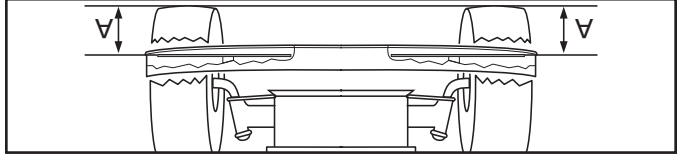

Fig. 31
- AJUSTEMENT LATÉRAL DE PRÉCISION (Voir Fig. 31)